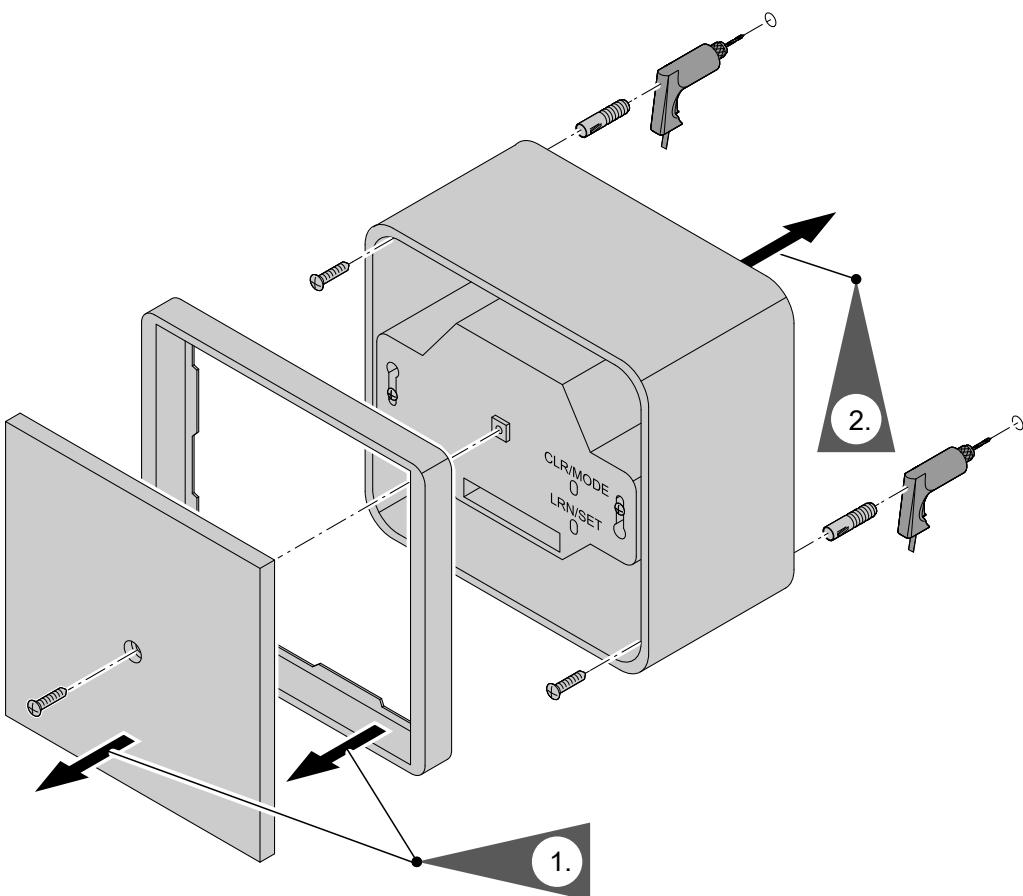

Рис. 11
- Закрыть приемник радиосигналов, см. обратную последовательность на рис. 11).